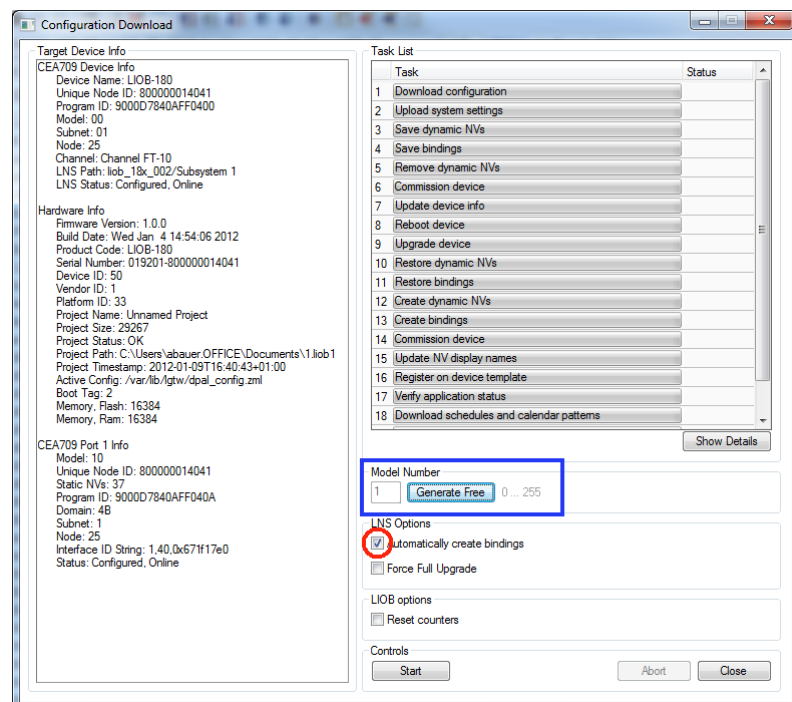

Abbildung 116: Dialog zum Hinunterladen der Konfiguration
in der Werkzeugleiste des Hauptfensters. Dies öffnet den Dialog **Konfiguration Hinunterladen**, wie in Abbildung 116 gezeigt wird.
2. Sollen keine Bindings erzeugt werden, deaktivieren Sie das Häkchen **Bindings automatisch erstellen**, das in Abbildung 116 rot umrahmt ist.
3. Wurde das statische Interface geändert, muss eine neue Modellnummer ausgewählt werden. Dies ist notwendig, wenn sich das statische Interface des Geräts am CEA-709-Netzwerk ändert. Der Configurator selektiert automatisch einen brauchbaren Wert, welcher im Feld **Modellnummer** durch einen eigenen Wert ersetzt werden kann. Das Feld ist durch ein blaues Rechteck in Abbildung 116 markiert.